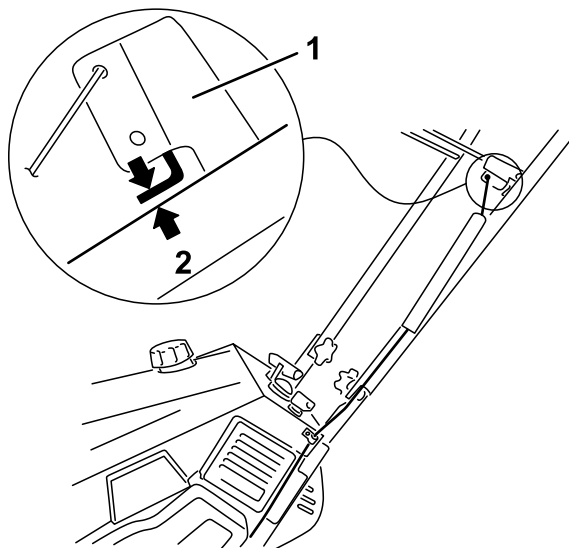

Bild 13
3. Stellen Sie sicher, dass ein Abstand von 2 bis 3 mm zwischen dem Schaltbügel und dem Griff vorhanden ist (Bild 13). Sollte eine Einstellung des Bowdenzugs erforderlich sein, gehen Sie auf Schritt 4.